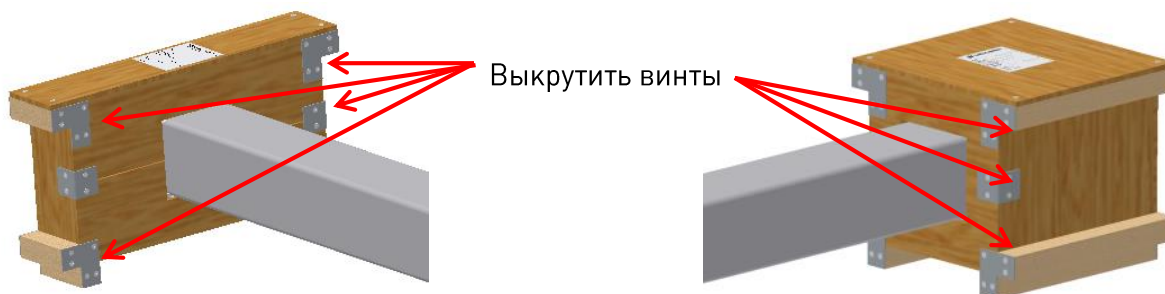

Рис.5.9. Распаковка рамы для установки реклоузера на одну точку опоры
2. Демонтировать верхний и нижний короб, предварительно выкрутив винты, вкрученные по периметру, см. **рис.5.9**.